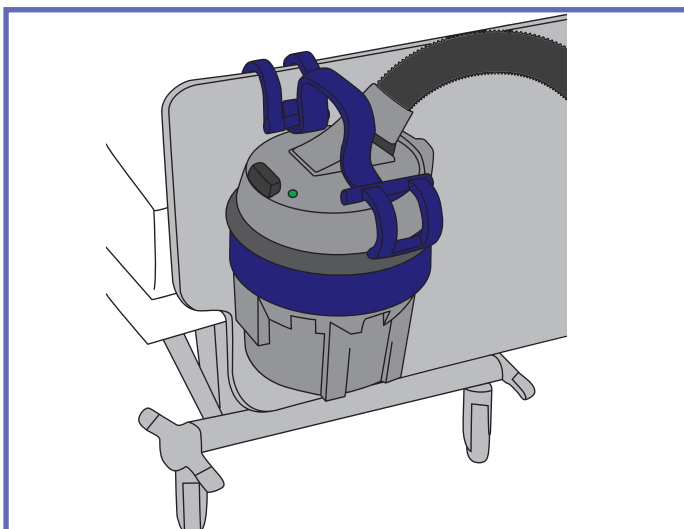

Fig. 8
- Hæng *Maxi Air*-luftforsyningen på destinationsoverfladen ved hjælp af fastgøringskroge. Sørg for, at den er fastgjort, så den ikke kan bevæge sig eller falde ned, se "Fig. 8".